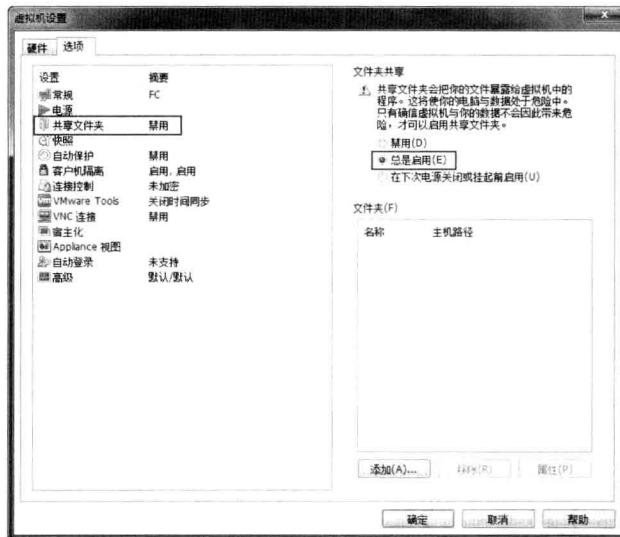

图 2.24 设置共享文件夹
(1) 选择“虚拟机”|“设置”命令打开虚拟机设置（Virtual Machine Setting）对话框。选择“选项”标签，在其中选择“共享文件夹”选项。在“文件夹共享”选项框选择“总是启用”单选按钮，如图 2.24 所示。